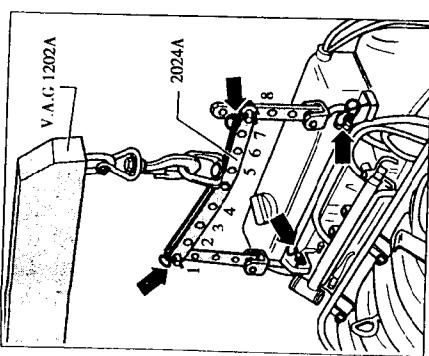

图 1-1 发动机的吊卸
- (13)拆下空气滤清器。
- (14)拆下进气歧管罩盖。
- (15)拔下燃油分配管上的输油管和回油管。
- (16)拔下发动机上所有的冷却液软管。
- (17)从发动机上拆除连接管、真空管和进气软管。
- (18)拆下冷却系统的补偿器放在一旁。
- (19)拔下或拆除发动机所有必需的电器连接。
- (20)拆下发动机与变速器间的连接螺栓。
- (21)拧下发动机上部左右两边支承的固定螺母。
- (22)拆下发动机和变速器下部连接螺栓。
- (23)如图 1-1 所示,使用发动机吊架 2024A,利用小吊车 V.A.